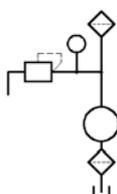
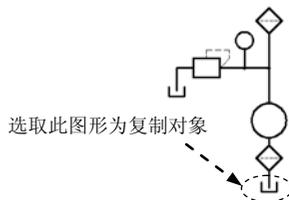

图 17.8.15 绘制直线（三）
图 17.8.16 复制图形（二）
(8) 绘制直线。
① 切换图层。在“图层”面板中，选择“轮廓线层”图层。
② 用 **绘图** \rightarrow **直线** 命令，选取矩形的左边线中点为起点，绘制水平长度值为 17、垂直长度值为 24 的直线（图 17.8.15）。
(9) 复制图形。
① 确认状态栏中的 **正交模式** 按钮处于关闭状态，**极轴捕捉** 按钮处于显亮状态。
② 选择下拉菜单 **修改** \rightarrow **复制** 命令，选取 Step1 中的步骤（1）绘制的直线（一）为复制对象并按 **Enter** 键，选取水平直线的中点为基点，将其放置在图 17.8.16 所示的位置。